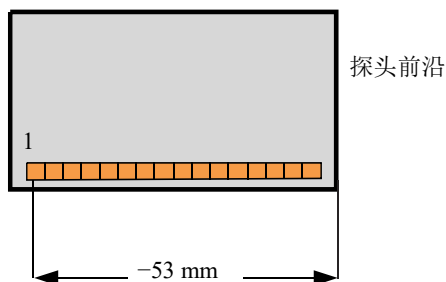

图 4-4 探头参考点的测量
- a) 在**参考点**按钮中，输入探头参考点，即探头前沿到探头第一晶片中心之间的距离（参见第 103 页的图 4-4）。